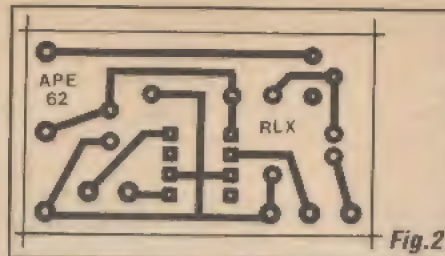

Fig. 2
- **FIG. 2 - LAY OUT DO CIRCUITO IMPRESSO ESPECÍFICO** - Placa muito simples, pequena, com padrão cobreado fácil de reproduzir diretamente (por *carbonagem*...). O acabamento da traçagem, para melhor resultado estético (e também elétrico...) convém ser feito com decalques apropriados, ácido-resistentes. Entretanto, quem for muito caprichoso e cuidadoso, também poderá efetuar a traçagem com caneta apropriada (até do tipo *descartável*...). A corrosão, a furação e a eliminação dos resíduos da solução de percloro e da tinta/decalque (com lavagens e lixagens cuidadosas, ao final de cada fase...) devem ser feitas com a atenção sempre recomendada... Em vários artigos e matérias práticas, anteriormente publicadas em **APE** e em **ABCDE**, abordamos detalhadamente tais procedimentos... Aos novatos, as **INSTRUÇÕES GERAIS PARA AS MONTAGENS** podem também acrescentar **importantes dicas**, conselhos e indicações práticas para o melhor aproveitamento das vantagens da técnica de montagem em circuito impresso... De qualquer modo, ainda *antes* de iniciar a colocação e soldagem das peças, é fundamental fazer uma conferência super-rigorosa, verificando se não restam *curtos*, falhas, pontos mal corroídos (ou excessivamente *atacados* pela solução ácida...), corrigindo eventuais probleminhas encontrados... É sempre muito mais simples efetuar as retificações enquanto os componentes *ainda não estão soldados* à placa... Na figura, o padrão cobreado (em **negro**, com as áreas claras correspondendo às regiões livres do cobre...) é visto em escala 1:1.